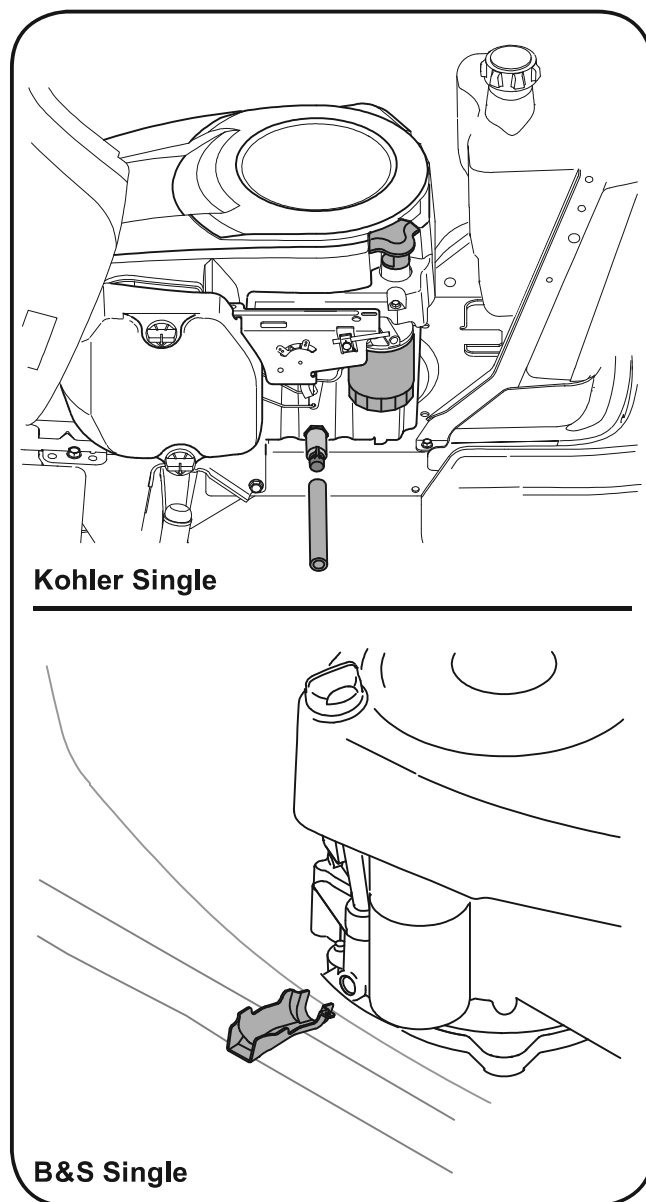

Figura 6-1
2. Encaixe a parte afunilada da calha na saída do dreno. Ver figura 6-1.